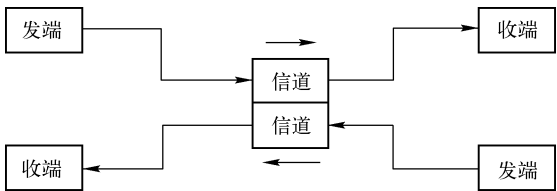

图 8-4 双工通信
2) 全双工 (Full Simplex)：也称双工，指数据可以进行双向数据传送，同一时刻既能发送数据，也能接收数据，如图 8-4 所示。通常需要两对双绞线连接，通信线路成本高。例如，RS-422 就是“全双工”通信方式。